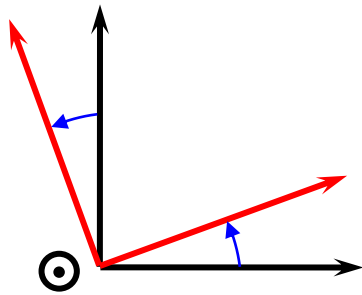

Figure 1
- dessiner la trame (trièdre positif) avec un angle faible (fig. 1),